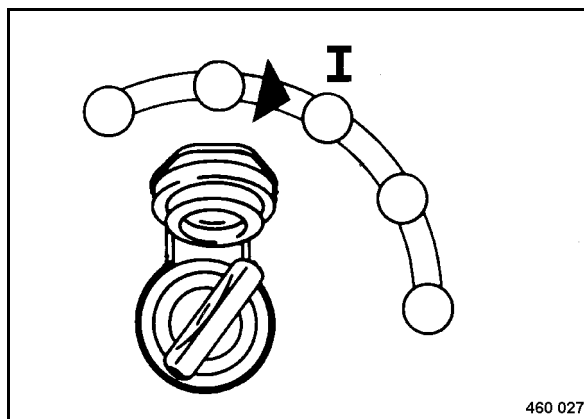

Fig. 38
- Girare la chiave di accensione (Fig. 38) in posizione "I".